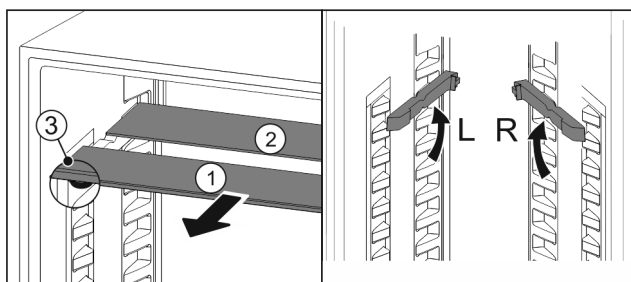

Fig. 67
- ▶ Skleněné desky jednotlivě vytáhněte dopředu Fig. 67 (1).
- ▷ Skleněná deska Fig. 67 (1) s ozdobnou lištou leží vpředu.
- ▷ Zarážky Fig. 67 (3) směřují dolů.